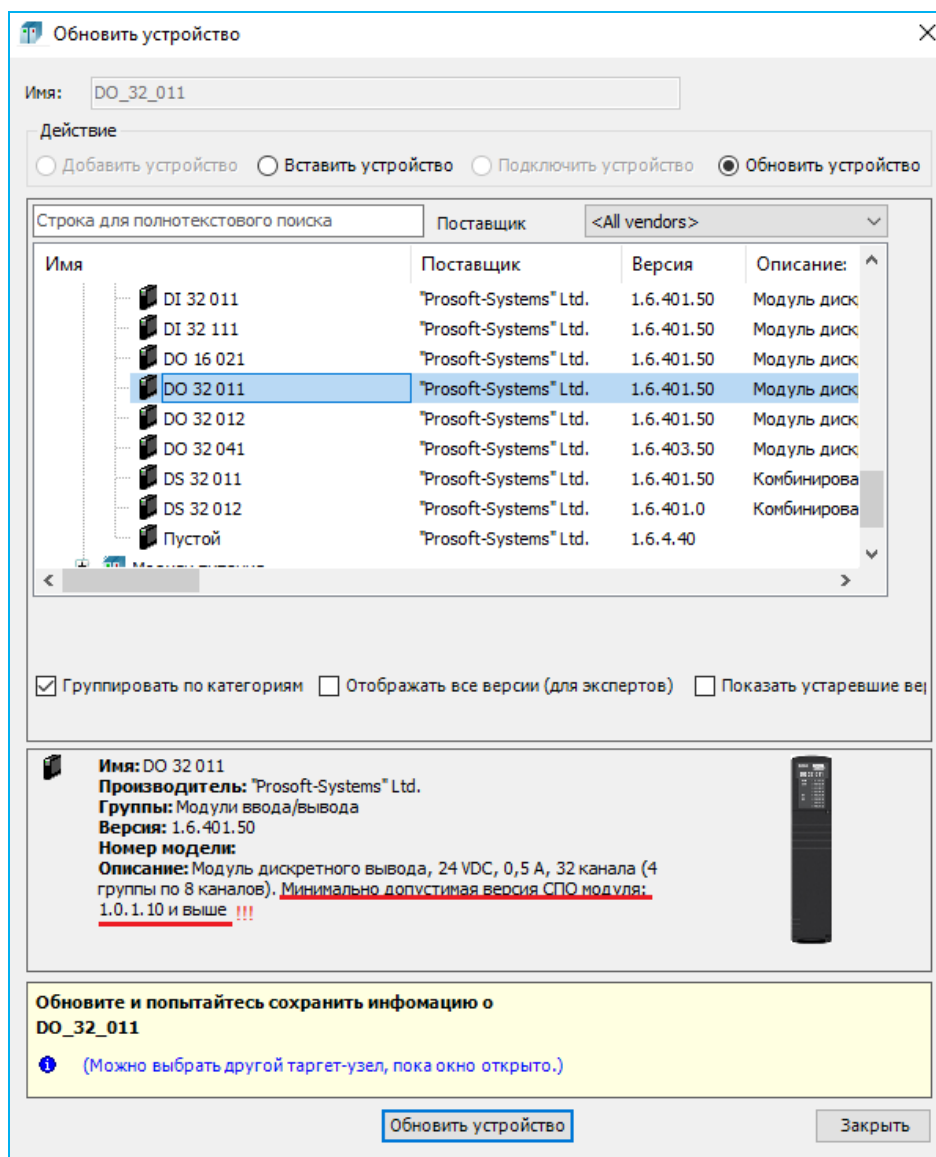

Рисунок 251 – Список всех поддерживаемых версий СПО модуля
- выполните обновление устройства: поместите курсор на название модуля в дереве устройств, правой кнопкой мыши вызовите контекстное меню, выберите пункт **Обновить устройство...** Откроется окно **Обновить устройство**, где установите флажки в поле **Отображать все версии (только для экспертов)**. В списке модулей будут отображены все модули всех версий, которые поддерживаются в системе (Рисунок 251);